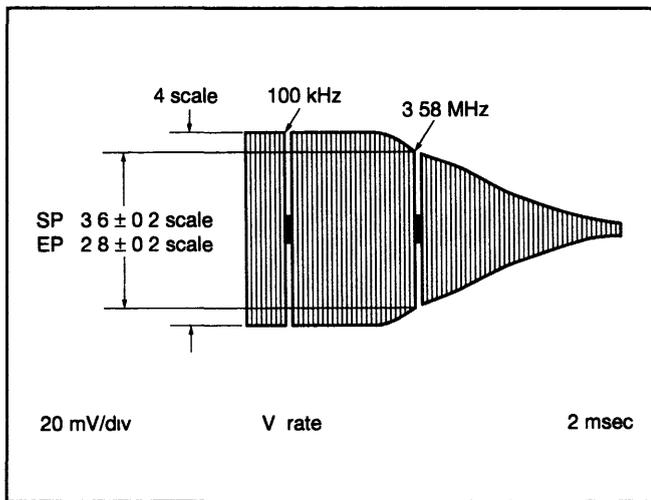

Fig 3-3-7 S-VHS VÍDEO EQ
- (1) Conecte o Osciloscópio a saída Y e a entrada trigger ao TP111 (borda negativa)
- (2) Grave um sinal de sweep no modo SP S-VHS, e depois reproduza-o
- (3) Entre no modo EVR pressionando a tecla "K" da unidade "presetting" por mais de 2 segundos.
- (4) Ajuste para "A 3" pressionando a tecla "3" no controle remoto.
- (5) Assumindo que o marcador de 100 kHz no sinal de sweep no maior canal ocupe quatro quadros no osciloscópio, ajuste a tecla CH "▼" ou "▲" no painel frontal ou controle remoto para que o marcador de 3,58 MHz ocupe 3.6 ± 0.2 quadros (-2 ± 0.5 dB) (Ver Fig 3-3-7)
- (6) Passe o VCR para o modo normal pressionando a tecla "K" da unidade "presetting" novamente, então os dados dos ajustes são memorizados
- (7) Grave e reproduza o sinal de sweep no modo EP
- (8) Execute os passo (3) e (4)
- (9) Assumindo que o marcador de 100 kHz no sinal de sweep no maior canal ocupe quatro quadros no osciloscópio, ajuste a tecla CH "▼" ou "▲" no painel frontal ou controle remoto para que o marcador de 3,58 MHz ocupe 2.8 ± 0.2 quadros (-3 ± 0.5 dB) (Ver Fig 3-3-7)